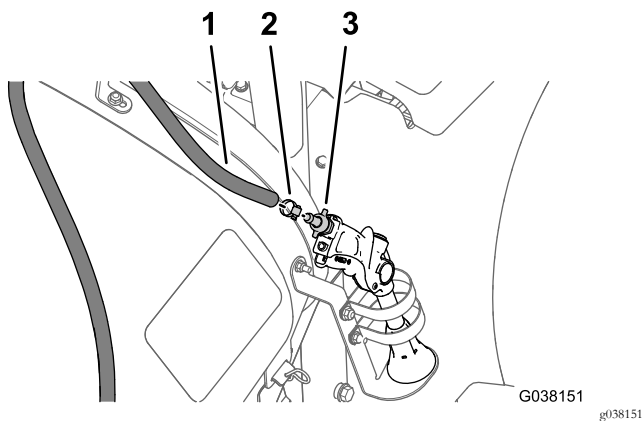

Figura 13
1. Rimuovete la fascetta stringitubo che fissa il flessibile di alimentazione al raccordo dentellato della pistola di irrorazione (Figura 13).
2. Rimuovete il flessibile di alimentazione dal raccordo dentellato (Figura 13)